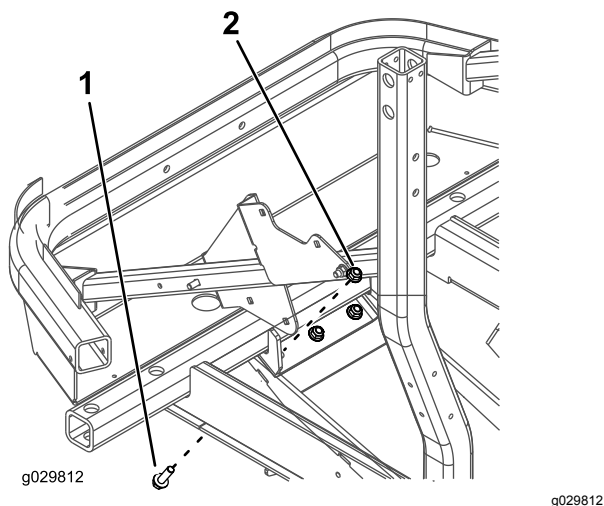

Figura 1
1. Togliete i 3 bulloni e i 3 dadi esistenti dal gruppo del pattino (Figura 1).